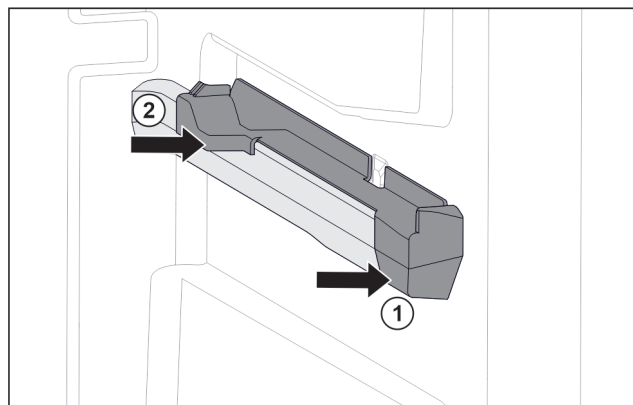

Fig. 153 Natični dio na desnom žlijebu spremnika
- Postavite natični dio sprijeda na žlijeb spremnika. Fig. 153 (1)
- Pritisnite natični dio straga. Fig. 153 (2)